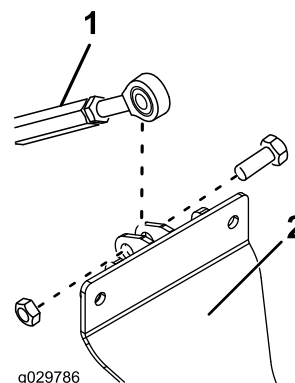

Рисунок 5
- Прикрепите конец резьбового звена со штоком к опорному узлу цилиндра с помощью болта (1/2 x 1-1/2 дюйма) и контргайки (1/2 дюйма), как показано на Рисунок 5.